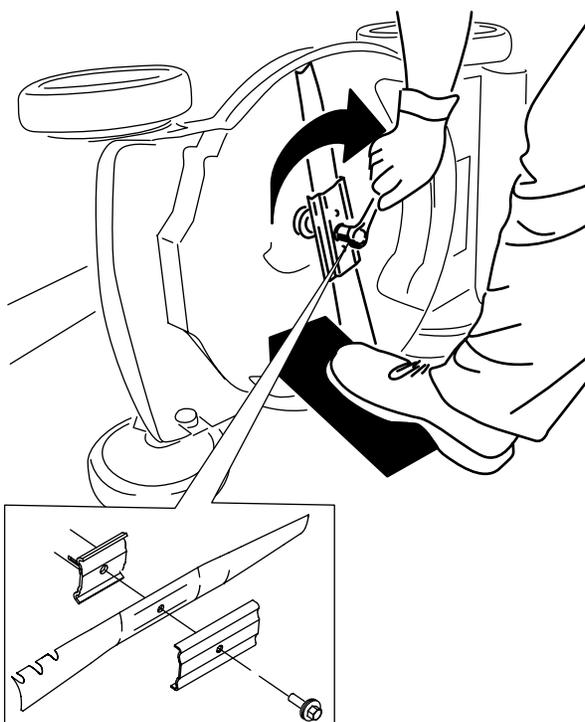

Figura 24
4. Montate la nuova lama usando la bulloneria di montaggio (Figura 24).